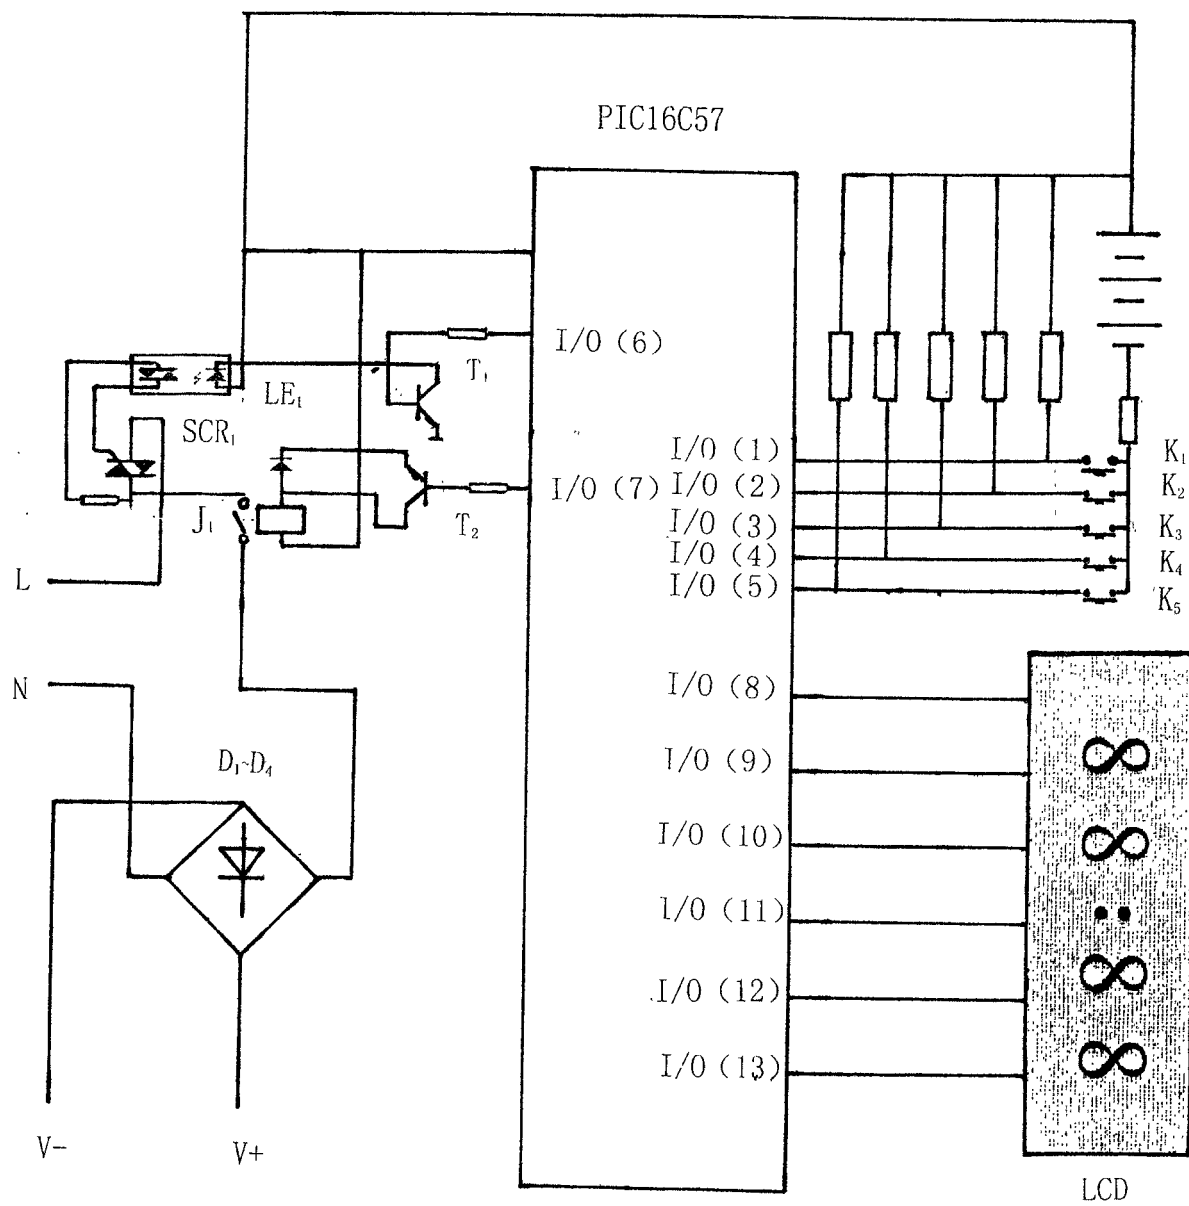

图 1
权利要求书 1 页 说明书 2 页 附图 1 页
附图说明 附图 1 为本发明创造的电原理图。
具体实施方式 参阅图 1。本发明创造单片机采用美国 MICROCHIP 公司的八位单片机 PIC16C57。也可采用其他型号的八位单片机。电流设置键 K_1 、 K_2 、时钟设置键 K_3 、 K_4 ，定时设置键 K_5 分别与单片机 PIC16C57 的 I/O 输入端 I/O (1)、I/O
(2)、I/O (3)、I/O (4)、I/O (5) 相连接，并分别通过电阻与电源正极相连接，另一端为公共端接地。单片机输入端 I/O (6) 与开关管 T_1 连接，开关管 T_1 与光耦 LE 连接，光耦 LE_1 与可控硅 SCR_1 控制端连接，单片机输入端 I/O (7) 与开关管 T_2 连接，并与继电器 J_1 线圈连接，继电器 J_1 常开触点的一端接电源火线进线端，另一端连接可控硅 SCR_1 输入端，可控硅 SCR_2 的输出端与二极管整流电路 D_1 - D_4 相连接，整流电路输出直流电源直接作为电镀电源。单片机输出端 I/O (8)、I/O (9)、I/O (10)、I/O (11)、I/O (12)、I/O (13) 分别与数字显示屏 LCD 连接。数字显示屏 LCD 显示设定的恒流值、时钟及定时供电时间。图中 L、N 为交流电源， V_+ 、 V_- 为直流电源。